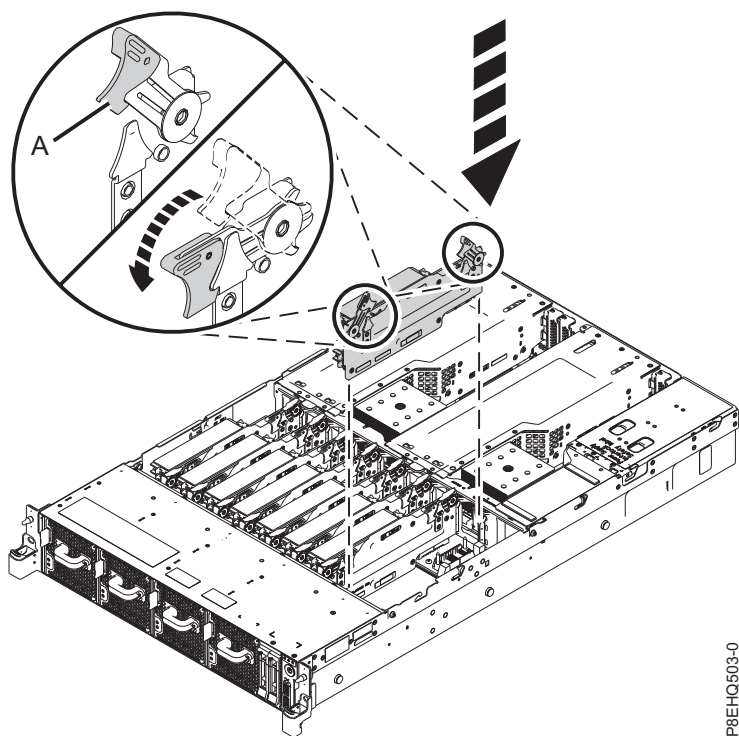

Figura 33. Instalando um riser de memória no sistema
- a. Assegure-se de que as travas de liberação sejam abertas a cerca de um ângulo de 60 graus, conforme mostrado em **(A)** em Figura 33 na página 26.
- d. Pressione as travas de liberação na posição fechada. Consulte **(B)** em Figura 33 na página 26.